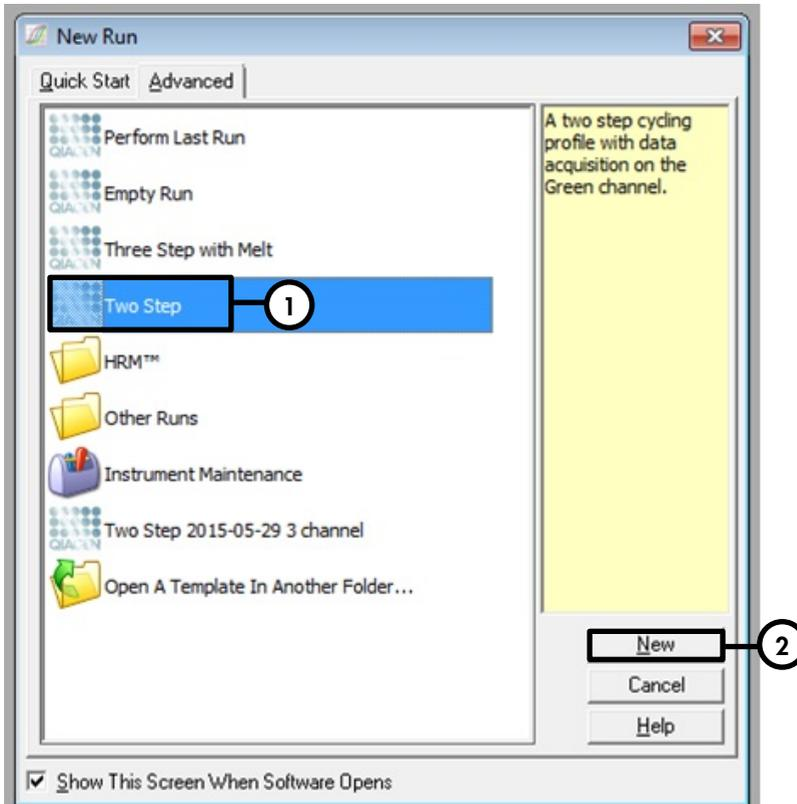

Abbildung 1: Dialogfeld „New Run“ (Neuer Lauf)
6. Zuerst öffnen Sie das Dialogfeld **New Run Wizard** (Assistent für neue Läufe) und wählen Sie in der Registerkarte **Advanced** (Erweitert) die Option **Two Step** (Zwei Schritte) (Abbildung 1). Klicken Sie auf **New** (Neu), um fortzufahren.